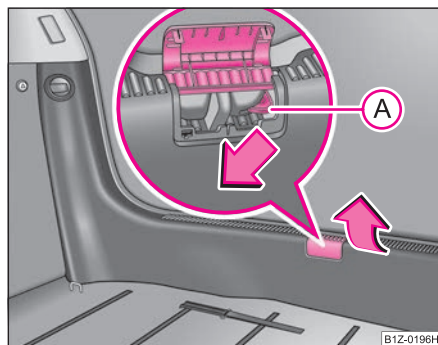

Fig. 32 Descuriera de urgență a capacului portbagajului
- Ridicați capacul de pe încuietoare ⇒ fig. 32.